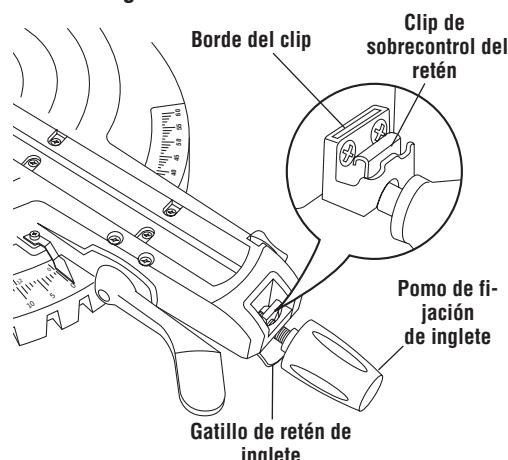

Figura 26. Sobrecontrol del retén
2. Empuje el clip de sobrecontrol del retén hacia adelante y acópelo en su sitio sobre el borde. Suelte el gatillo del retén de inglete (Figura 26).